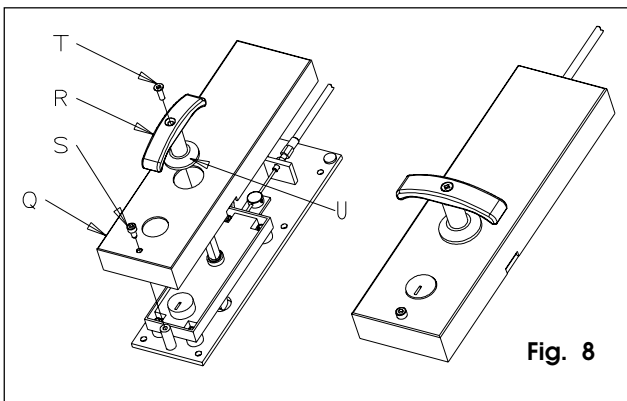

Fig. 8
- 8) Portare la maniglia in posizione di sblocco, ruotandola di 90° in senso orario, e sfilare la maniglia stessa. Posizionare il carter esterno **Q** e fissarlo con la vite **S**. Riposizionare la maniglia **R** con la relativa rondella **U** e fissarla con la vite **T**, Fig.8.
- 8) Take the handle into release position, turning it by 90° clockwise, and remove it. Position the external housing **Q** and secure it with screw **S**. Re-position handle **R** with washer **U** and secure it with screw **T**, Fig.8.
- 8) Amener la poignée en position de déverrouillage, en la tournant de 90° en sens horaire, et retirer la poignée même. Positionner le carter externe Q et le fixer avec la vis S. Repositionner la poignée R avec la rondelle U et la fixer avec la vis T, Fig.8.
- 8) Coloque la manilla en posición de desbloqueo, girándola 90° en sentido horario, y extraiga la manilla. Coloque el cárter externo Q y fíjelo con el tornillo S. Coloque de nuevo la manilla R con la correspondiente arandela U y fíjela con el tornillo T, Fig.8.
- 8) Den Griff im Uhrzeigersinn um 90° drehen und auf die Freigabeposition stellen; den Griff herausziehen. Das äußere Gehäuse Q aufsetzen und mit Hilfe der Schraube S befestigen. Den Griff R mit der entsprechenden Unterlegscheibe U wieder einsetzen und mit Hilfe der Schraube T befestigen, Abb. 8.